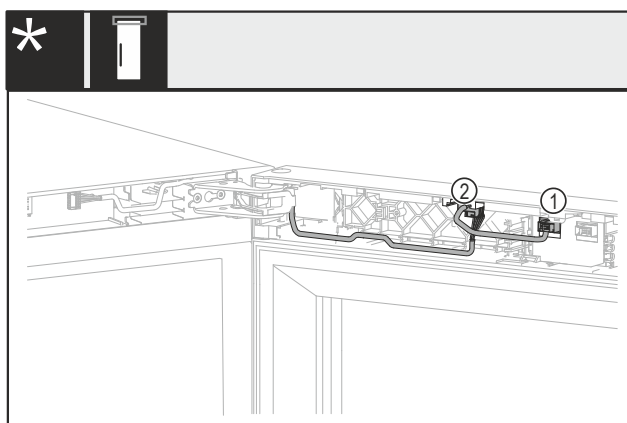

Fig. 18 Uden lås eller med mekanisk lås*
- Træk stikket Fig. 18 (1) ud.*
- Træk stikket Fig. 18 (2) ud.*